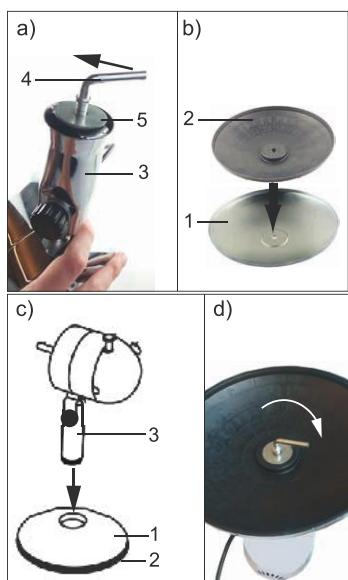

Fig.71: Montaż podstawy
1. Poluzować śrubę montażową „L” (4) znajdująca się w cokole.
2. Odkręcić ją w kierunku przeciwnym do ruchu wskazówek zegara. Rys. 71 a).
3. Zdjąć podkładkę (5) z cokołu (3).
5. Osadzić cokół na podstawie. Rys. 71 c). *Cokół musi znaleźć się w przeznaczonym do tego celu zagłębiu.*
9. Dokręcić śrubę montażową „L” zgodnie z ruchem wskazówek zegara. Rys. 71 d).
11. Odkręcić cztery śruby z łbem krzyżakowym (6) z zespołu silnika w kierunku przeciwnym do ruchu wskazówek zegara.
12. Nałożyć tylną kratownicę ochronną (7) na osь silnika (14) uchwytem do góry. *Otwory w kratownicy ochronnej (12) muszą znajdować się w jednej płaszczyźnie w otworami (13) w zespole silnika.*
13. Umieścić cztery śruby z łbem krzyżakowym w otworach kratownicy i zespołu silnika (13).